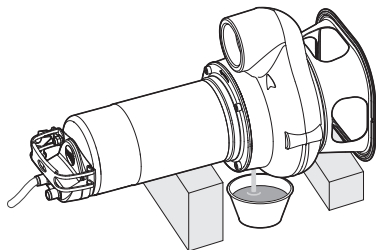

Рис. 9.2
- поверните насос на 180° для слива масла в приготовленную емкость для сбора (Рис. 9.2);